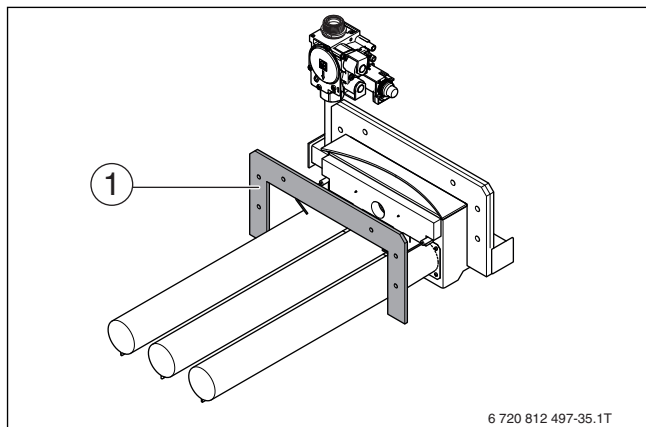

Рис. 42 Термоизоляция горелки
- ▶ Обеспечьте её правильную установку (→ рис. 42, стр. 36).